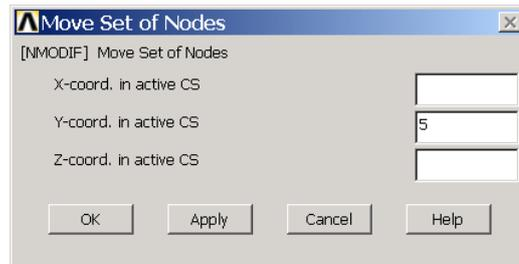
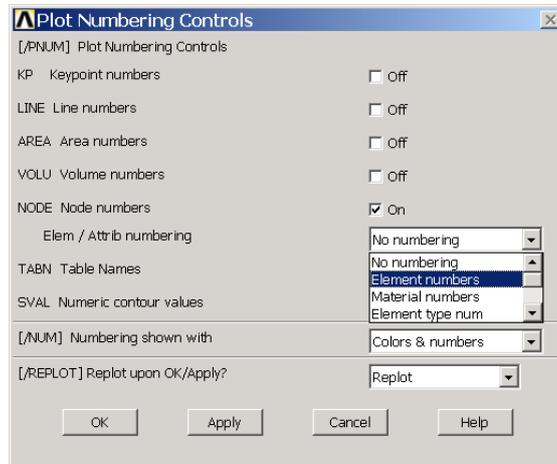

图2.34 节点移动设置
图2.46 显示单元编号
(2) 在文本框中输入节点号【4】，或者用鼠标选择图形视窗中的节点 4，然后单击【OK】按钮。接着弹出如图 2.34 所示的【Move Set of Nodes】对话框。
这时所有的单元已经生成完毕，但是没有像图 2.34 那样显示了单元的编号，如想查看单元编号，用户只需单击【Utility Menu】|【PlotCtrls】|【Numbering...】菜单，弹出如图 2.46 所示的对话框。在【Elem/Attrib membering】下拉列表中选择【Element numbers】选项，并确认【Replot upon OK/Apply】下拉列表中选中【Replot】，单击【OK】按钮即可。